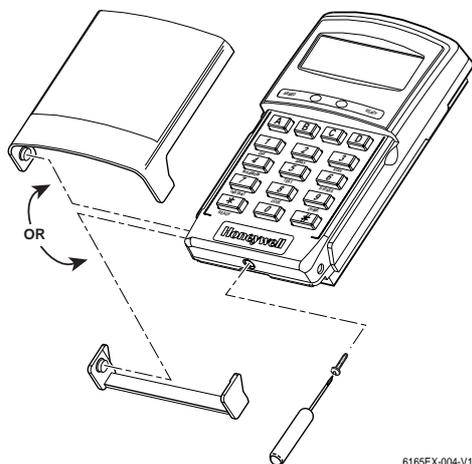

Figura 3 – Fissaggio involucro tastiere (visualizzato con sportello rimosso)
7. provare il tamper e regolare la posizione relativa del micro (se necessario), prima di assicurare definitivamente la tastiera con la vite inferiore (vedi figura 3).